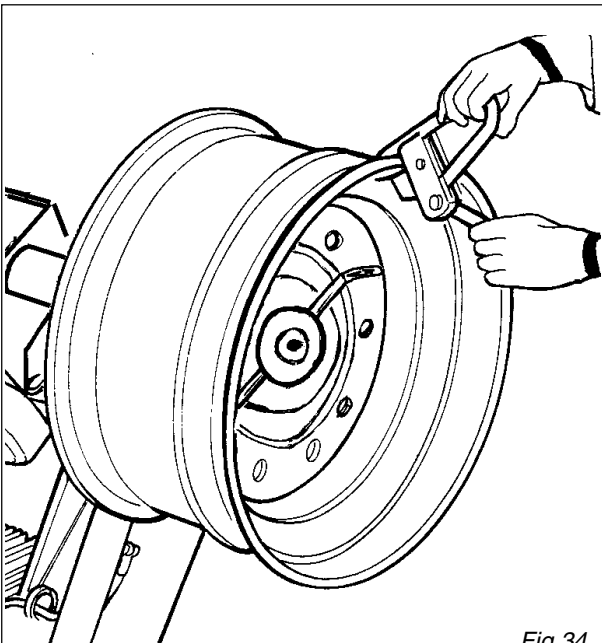

Fig.34
3) Serrare la pinza al bordo esterno del cerchione nel punto più alto (vedi fig. 34).